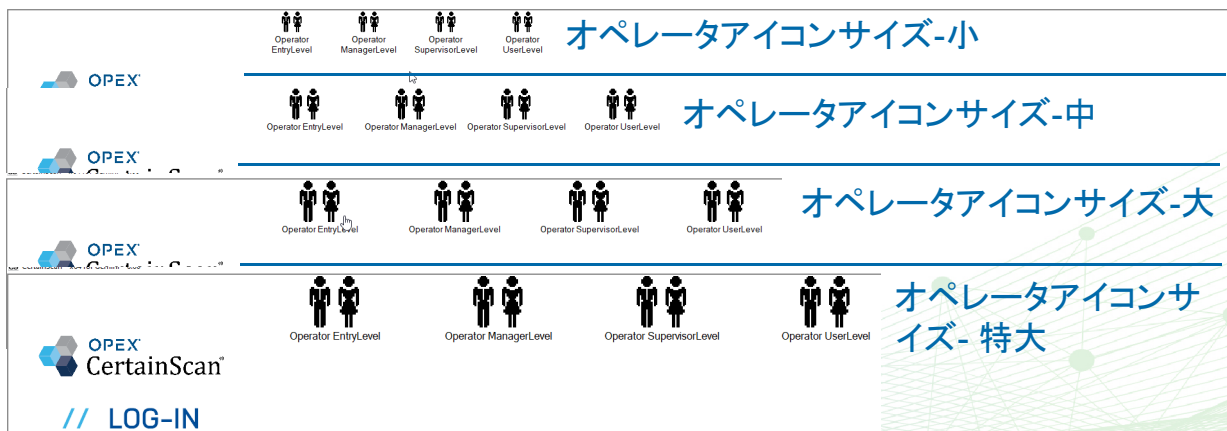
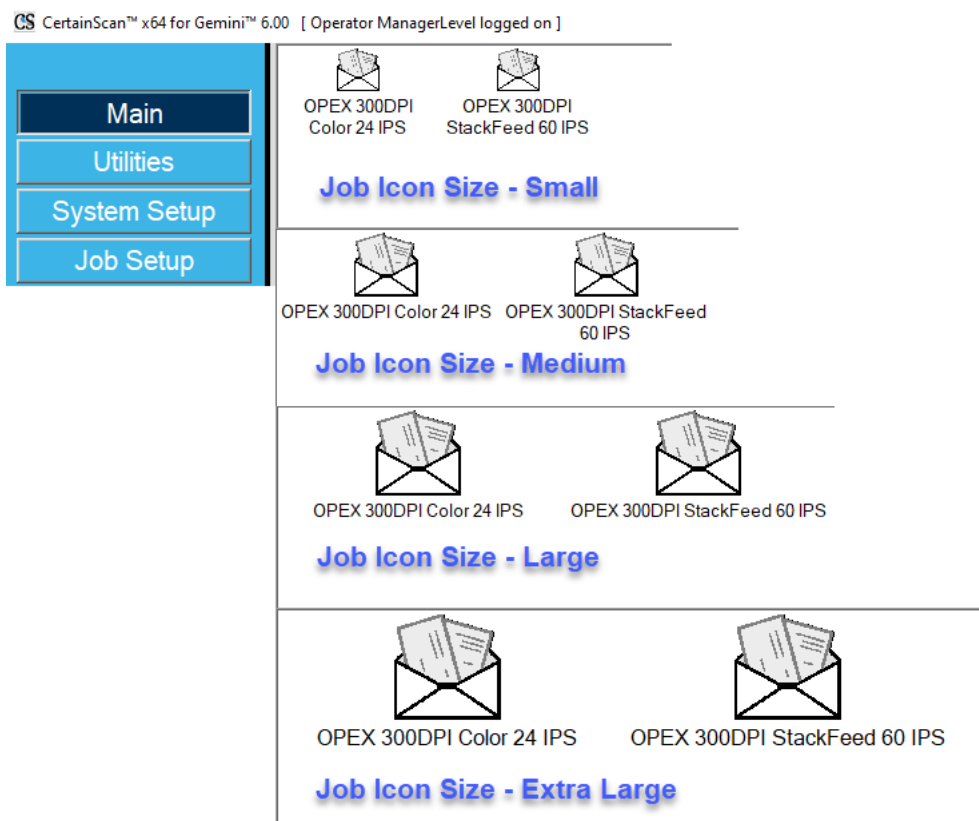

図 4-7 : オペレータアイコンサイズの例
図 4-8 : ジョブアイコンサイズの例
3. 選択したサイズに応じて、オペレータ（図 4-7）とジョブ（図 4-8）のアイコンが表示されます。